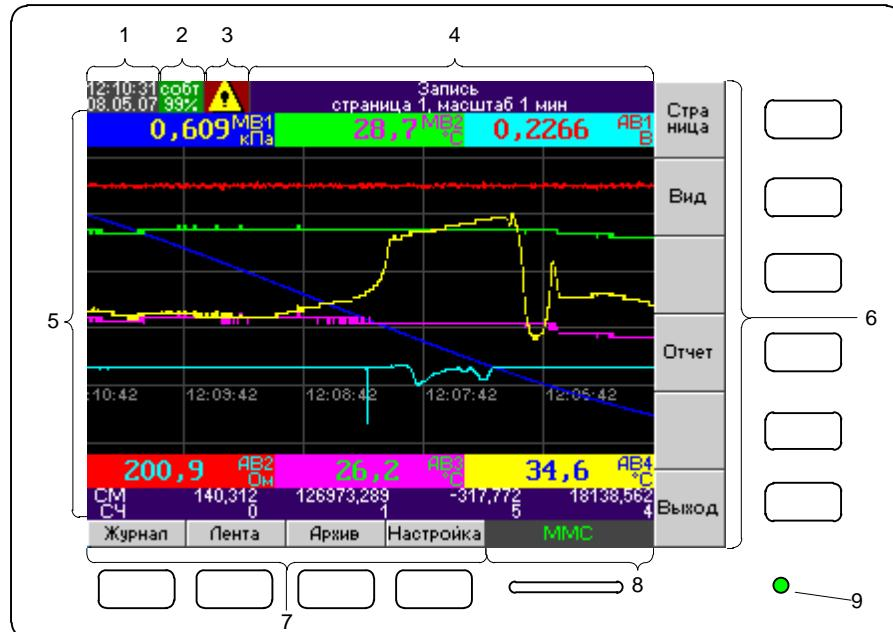

Рисунок 2.1 Интерфейс регистратора в режиме измерения
Регистратор имеет 10 функциональных клавиш, расположенных в два ряда – справа и снизу (см. рис. 2.1). Функции клавиш определяются режимом, в котором находится регистратор. Назначение каждой клавиши отображается на экране напротив соответствующей клавиши. Для увеличения размера рабочей области в режиме «Запись» имеется возможность скрыть подписи клавиш. Для этого в режиме «Запись» следует нажать клавишу **Выход**. Чтобы показать подписи следует нажать любую из 10 клавиш регистратора.
На передней панели регистратора имеется светодиодный индикатор записи на карту MMC (см. рис. 2.1, поз. 9). Также индикатор активен при включении регистратора.
- Текущее время и дата (см. рис. 2.1, поз. 1).
- Индикатор состояния памяти журнала событий (см. рис. 2.1, поз. 2). На индикаторе отображается количество свободной памяти для неподтвержденных событий в процентах от максимального размера журнала событий (750). Для того, чтобы освободить память, нужно войти в режим просмотра журнала событий и нажать клавишу **Подтвердить все**. В зависимости от уровня заполнения журнала индикатор имеет следующий цвет:
- Индикатор состояния аварийной сигнализации (см. рис. 2.1, поз. 3). Индикатор имеет следующие состояния:
- Индикатор текущего режима работы регистратора (см. рис. 2.1, поз. 4). На данном индикаторе выводится название текущего режима и другая дополнительная информация.
- Рабочее поле (см. рис. 2.1, поз. 5). В зависимости от режима работы регистра тора на данном участке экрана отображается информация о текущих или архивных измерениях и настройках регистра тора.
- Функциональное обозначение клавиш регистра тора (см. рис. 2.1, поз. 6, 7).
- Индикатор состояния карты MMC (см. рис. 2.1, поз. 8). В случае если в разъеме MMC/SD присутствует карта, то на индикаторе отображается зеленым цветом надпись «MMC».
Для увеличения глубины архива измерений предусмотрена функция «Запись по событию». Для активации данной функции следует в меню «Общие настройки» установить параметру «Запись данных» значение «По событию». После этого регистратор переходит в режим ожидания события. В этом режиме производится измерение сигналов, однако не производится запись их значений во внутреннюю память. При этом на индикатор текущего режима работы регистратора (см. рис. 2.1, поз. 4) выводится сообщение «Измерение (ожидание события)». Также следует установить действие «Запись» для какой либо уставки (действие можно установить для аналоговых или дискретных входов, сумматоров, счетчиков, расписания). Следует отметить, что поскольку запись данных в этом режиме не ведется, то просмотреть архивные данные за этот период невозможно.
- «Авария». При активизации сигнализации производится включение визуальной сигнализации (индикатор аварийной сигнализации - см. рис. 2.1, поз. 4) и регистрация факта превышения уставки в журнале событий (записывается тип уставки, канал, время срабатывания и значение сигнала во время срабатывания)